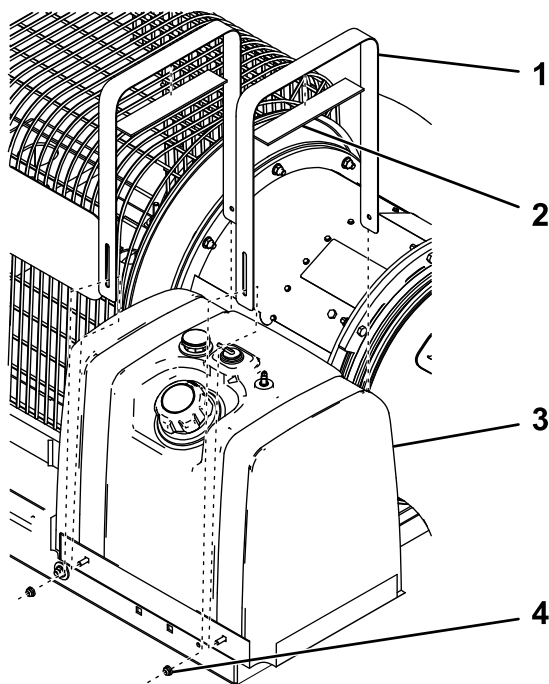

Рисунок 6
5. Прикрепите подкладки к хомутам топливного бака (**Рисунок 6**).
6. Закрепите новый топливный бак на поддоне топливного бака, используя хомуты и 4 фланцевые гайки (¼ дюйма), как показано на **Рисунок 6**.